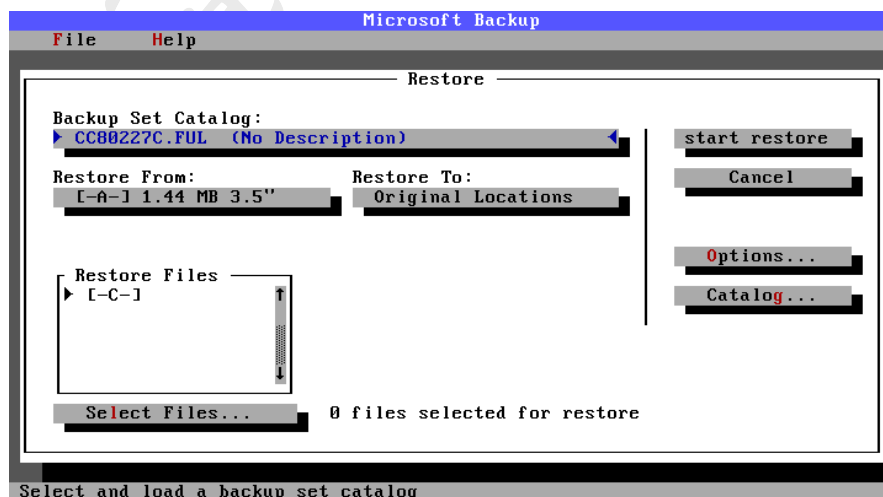

图 7-12 Restore 工作屏幕
- 2) 选择 Restore 选项后, 按回车键, 进入 Restore 屏幕。如图 7-12 所示。